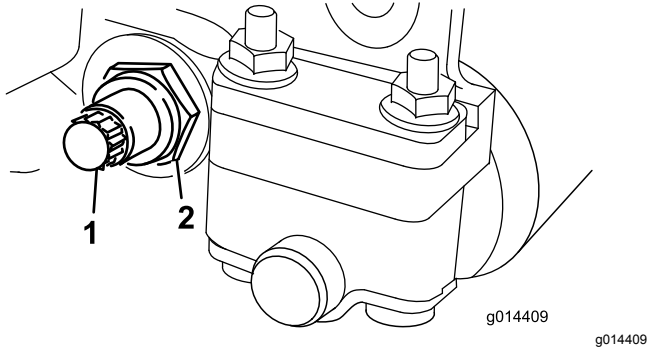

Figura 14
- En cada lado de la máquina, afloje la contratuerca que fija el perno de la barra de asiento (Figura 14).
- Retire todos los pernos de la barra de asiento, para poder tirar de la barra hacia abajo y retirarla de la unidad de corte (Figura 14).